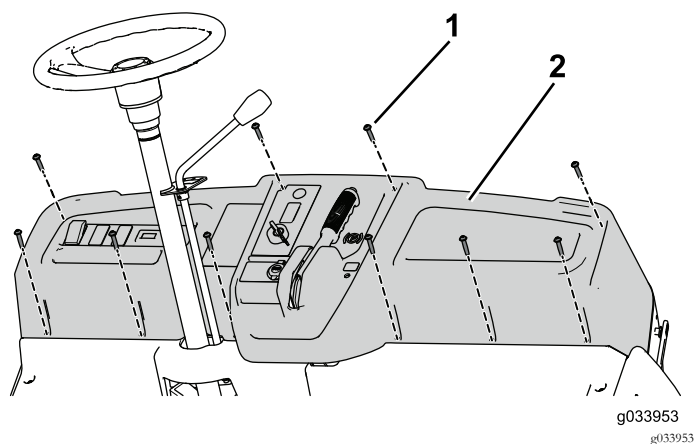

Figura 32
9. Utilice los 10 tornillos (1/4" x 1 1/4") para sujetar el salpicadero a la máquina (Figura 32).